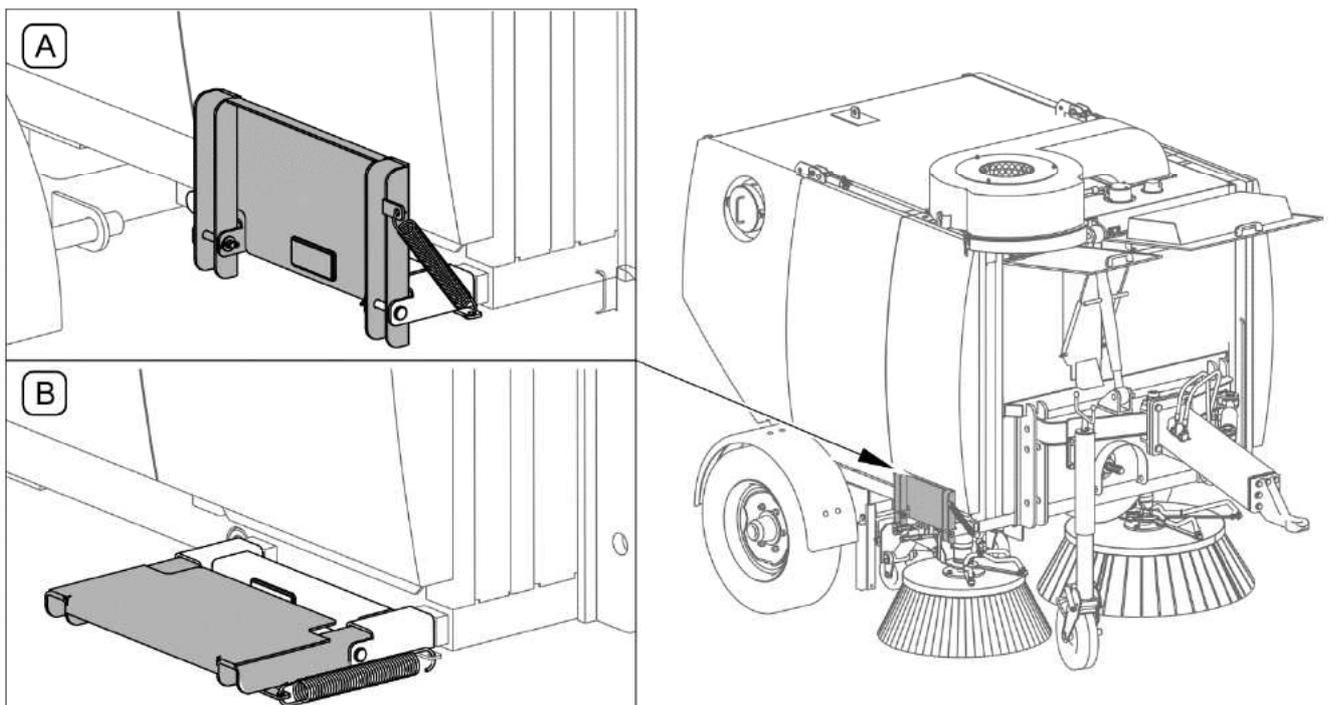
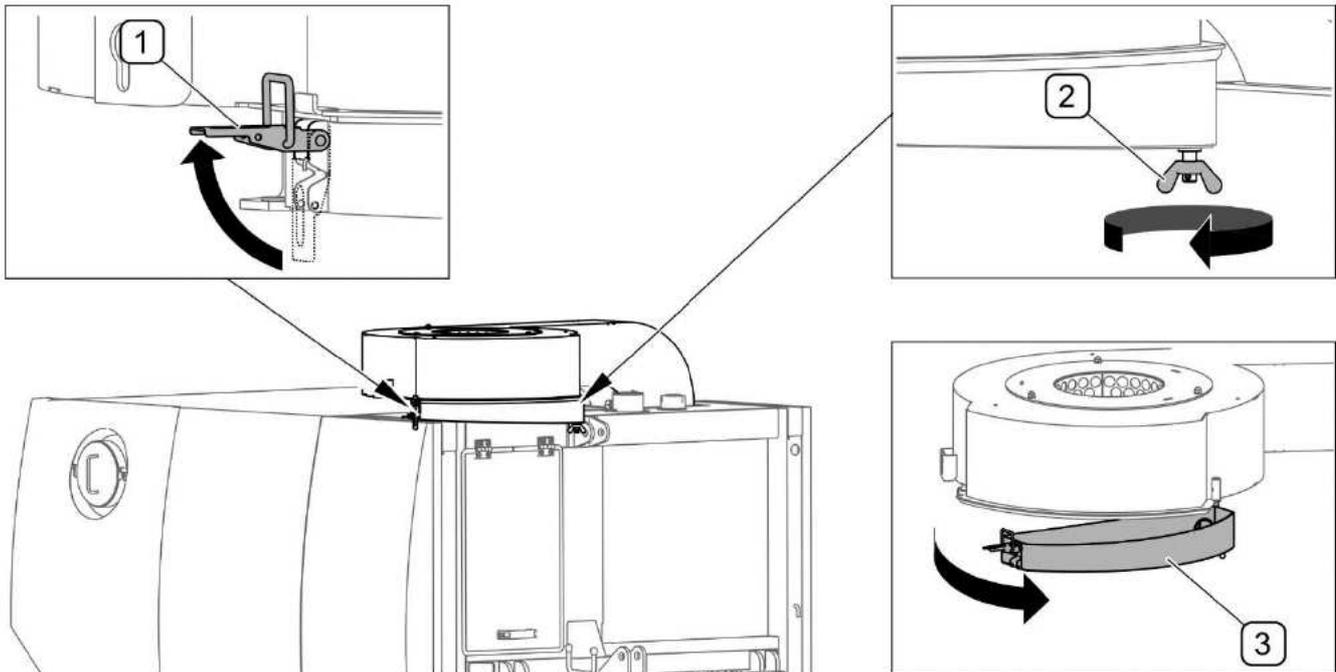

ABB. 5.33 Ausklappbares Podest
ABB. 5.34 Reinigung des Staubabscheiders
In regelmäßigen Abständen muss der Verschmutzungsgrad des am Luftaustritt aus dem Schmutzbehälter befestigten Staubabscheiders geprüft werden (ABB. 5.34). Um die Wartung des Staubabscheiders zu vereinfachen, muss das Podest (ABB. 5.33) auf der rechten Seite der Maschine ausgeklappt werden.
Nach Beendigung der Wartung das Podest (ABB. 5.33) in die Position (A) klappen.
(1) - Verschluss; (2) - Flügelmutter am Scharnier; (3) - untere Abdeckung
Um den Staubabscheider (ABB. 5.34) zu reinigen, muss der Verschluss (1) der unteren Abdeckung geöffnet, die Flügelmutter am Scharnier (2) gelöst und anschließend die Abdeckung (3) nach vorne geneigt werden. Die Innenseite der unteren Abdeckung (3) reinigen und die Saugleitung auf freien Durchgang prüfen. Nach der Reinigung die Abdeckung (3) schließen, die Flügelmutter des Scharniers (2) festziehen und den Verschluss (1) schließen.